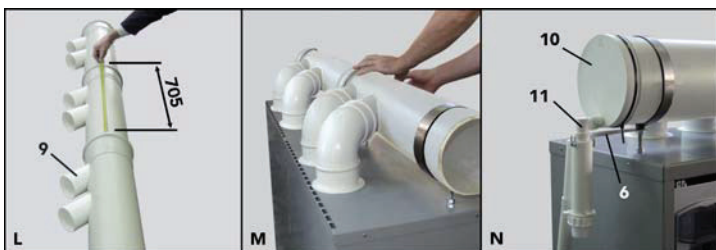

рис. 36
- L** Установите дымовые трубы (операция должна выполняться на полу), обращая внимание на то, чтобы все соединения "9" находились на одной линии, и при строгом соблюдении установочного размера 705 мм (см. рамку "L" рис. 36).
- Проверьте правильность угла наклона коллектора (см. рис. 32) и соединения всех патрубков, колен и клапанов, обращая внимание на то, чтобы уплотнения плотно сели в соответствующих канавках (см. рамку "M" рис. 36). Прижимайте наружные уплотнения к верхней части модулей. Окончательно затяните опорные фланцы.